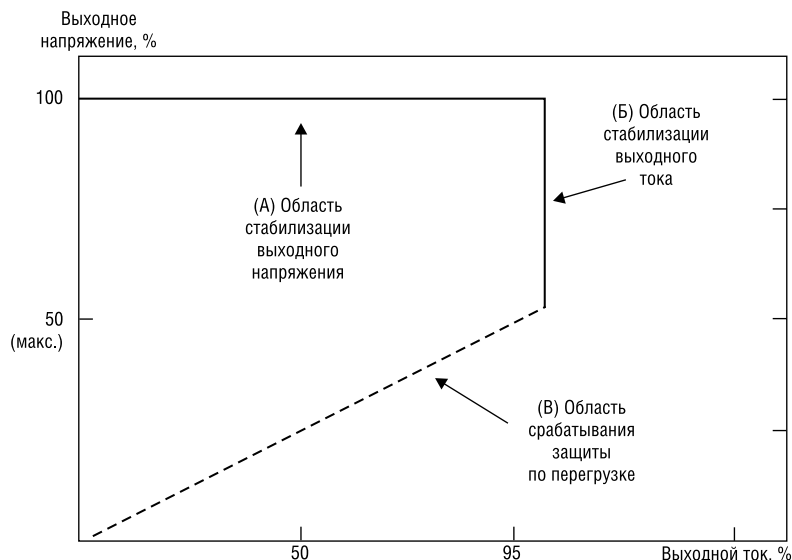

Рис. 5. ВАР источника питания светодиодов на примере серии CEN-100
Большая часть источников питания Mean Well (рис. 3) являются модулями универсального применения: их можно использовать как в режиме стабилизации выходного напряжения (CV), так и в режиме стабилизации выходного тока (CC). Типичная ВАР такого источника питания показана на рис. 5.
Для одноваттных светодиодов прямой ток составляет 0,35 А; прямое падение напряжения на диоде 3,2 В. Выходной ток источника питания 6,3 А делим на ток светодиода 0,35 А и получаем 18 параллельно включенных ветвей. Для того чтобы вывести источник питания в область стабилизации тока (область В на рис. 5), его выходное напряжение должно быть в пределах 18...24 В, т.е. в одной ветви нужно включить 6-7 светодиодов, что и рекомендуют инженеры Mean Well, т.к. коэффициент мощности этого источника питания превышает значение 0,9 только при нагрузке более 75% от номинальной. Именно такую нагрузку источнику питания CLG-150-24 обеспечит матрица одноваттных свето-